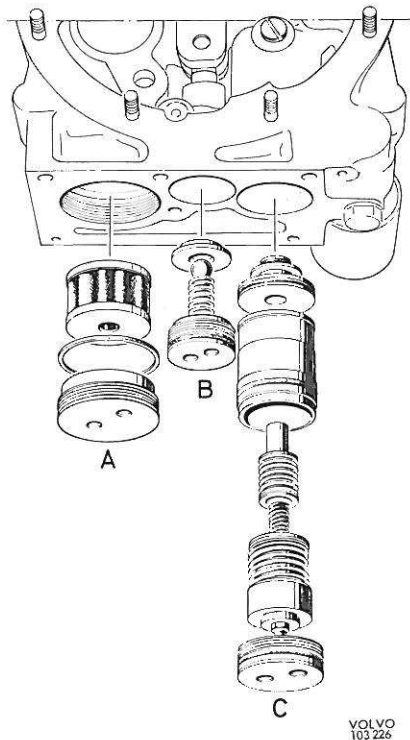

Figure 33. Remontage du filtre fin (A), de la valve de retenue (B) de la pompe à huile et du clapet de décharge (C)
1. Remonter le filtre fin. Remonter également les pièces du clapet de décharge dans l'ordre suivant : Rondelle d'extrémité, cylindre, petit piston, ressort basse pression, grand piston et bouchon, voir figure 33.